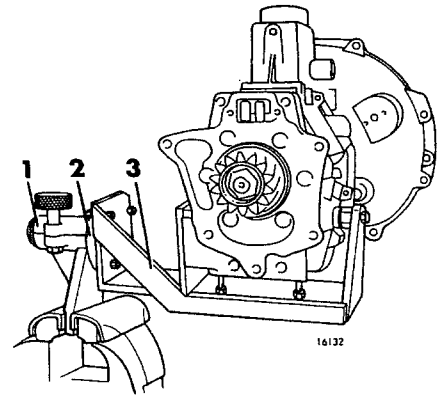

Fig 07–23. Växellåda uppsatt i fixtur
2. Ta bort växellådsfästet. Spänn fast stativet i ett skruvstycke och sätt fast växellådan enligt fig 07–23.